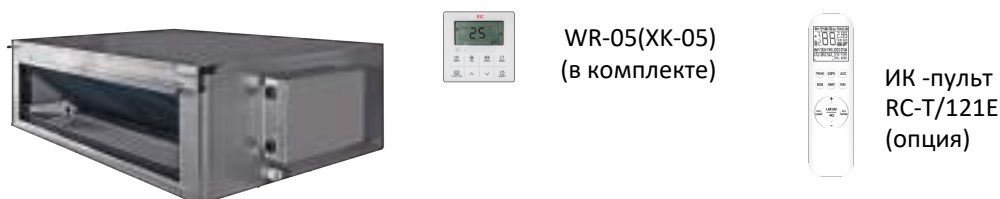

Рисунок 6.7
6.4 Блоки канального типа (рис.6.7)